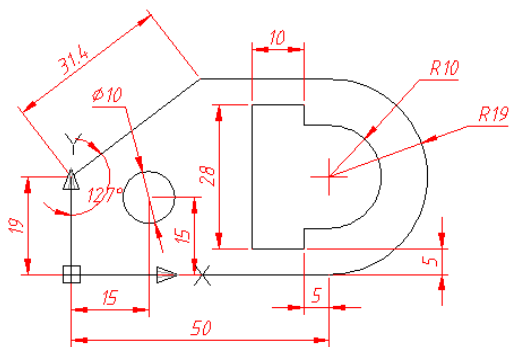

图 5-86 制图及标注练习 1
- (3) 什么是对齐标注? 对齐标注主要用在什么情况下?
- (4) 在创建坐标标注时, 通常需要注意哪些方面? 如何创建坐标标注? 可以举例来进行辅助说明。
- (5) 半径标注和直径标注分别用在什么情况下? 如何创建圆心标记?
- (6) 折弯标注和折弯线性标注分别用在哪些场合? 它们的创建方法及步骤是怎样的?
- (7) 基线标注和连续标注是本章的一个重点内容, 回顾一下, 基线标注和连续标注有什么不同?
- (8) 使用“快速标注”可以进行哪些具体项目的标注?
- (9) 如何设置标注间距?
- (10) 使线性标注的尺寸界线倾斜, 可以采用哪些方法?
- (11) 如何设置标注标注样式?
- (12) 形位公差标注由哪些部分组成? 带引线的形位公差和不带引线的形位公差分别如何创建?
- (13) 上机练习: 绘制如图 5-86 所示的图形, 并标注其尺寸。